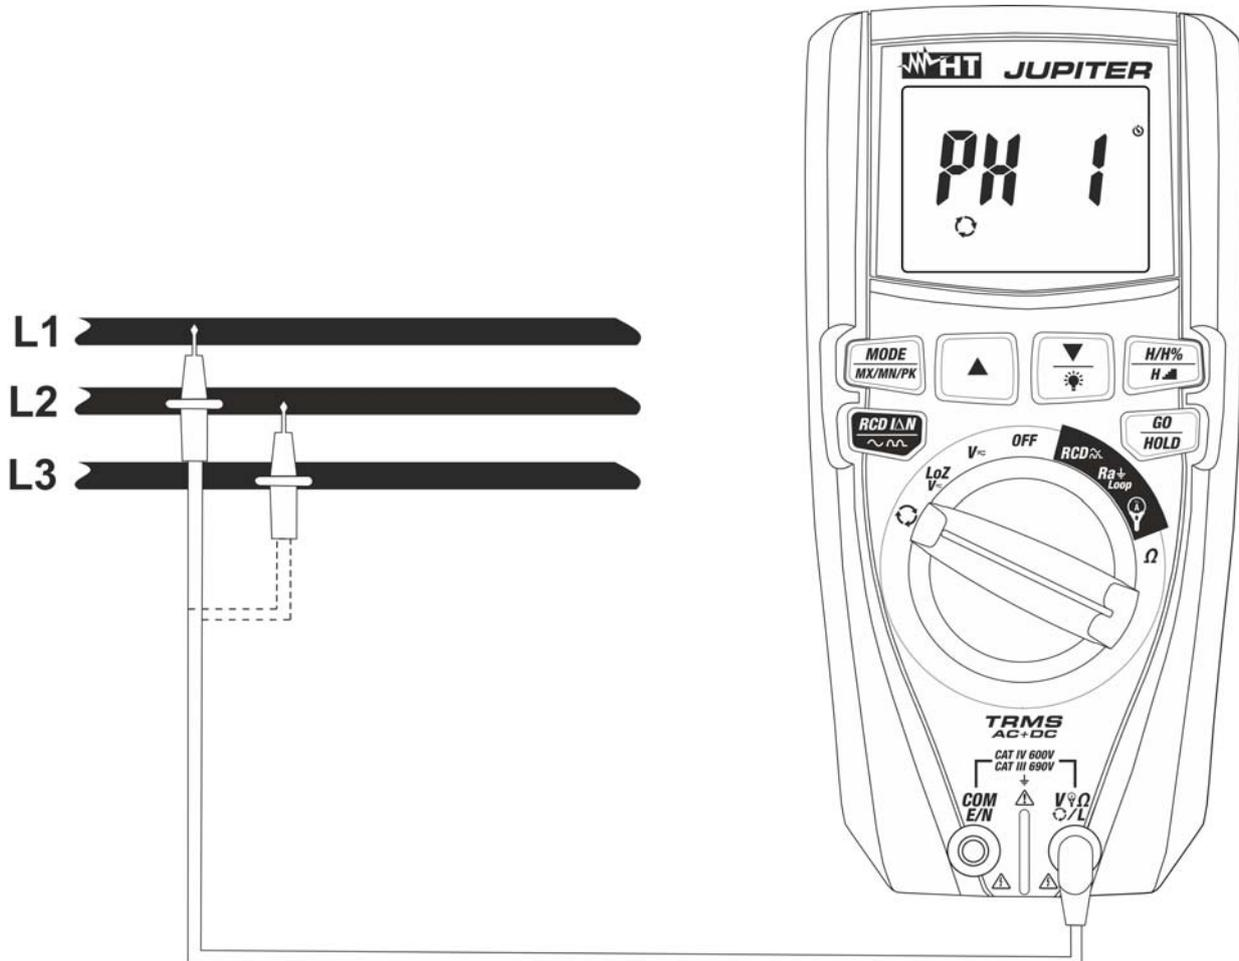
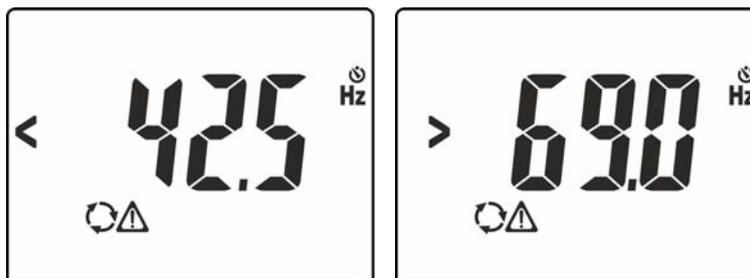
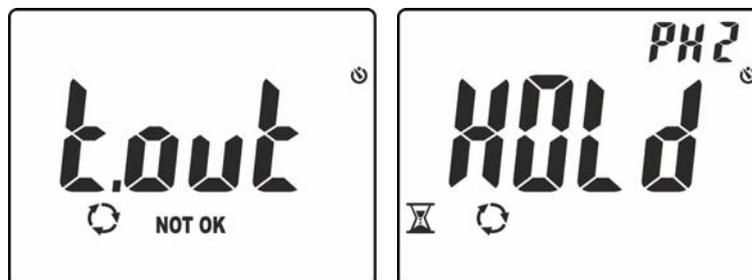

Fig. 12: Utilisation de l'instrument pour l'essai de séquence et de concordance des phases
Fig. 13: Signalisation de tension avec fréquence incorrecte.
Fig. 15: Reconnaissance de la phase L1 et attente de la phase L2.
3. Positionner l'embout rouge sur la phase **L1** du système triphasé sous test (voir Fig. 12). Les messages suivants peuvent être affichés à l'écran (voir Fig. 13) pour identifier la présence d'un signal de tension avec fréquence en dehors de l'intervalle **42.5Hz - 69Hz**. Dans ces conditions, l'instrument n'exécute pas le test.
6. Positionner l'embout rouge sur la phase **L2** du système triphasé sous test (voir Fig. 12). Si le passage entre la phase L1 et la phase L2 est effectué dans un temps supérieur à **10s**, l'instrument affiche le message «**t.out**» à l'écran (voir Fig. 15 – à gauche). Dans des conditions correctes de tension et de fréquence, l'instrument montre le message «**HOLD**», les symboles  et «PH2» et il émet un son continu dans l'attente de la reconnaissance d'une valeur stable de tension sur la phase L2 (voir Fig. 15 – à droite)